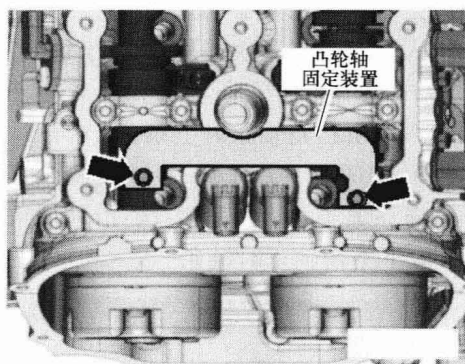

图 1-1-12
(4) 如图 1-1-12 所示，将凸轮轴固定装置安装到两个气缸盖上，并用 $25\text{N} \cdot \text{m}$ 的力矩拧紧。图中标出的是气缸列 2（左侧）的气缸盖。